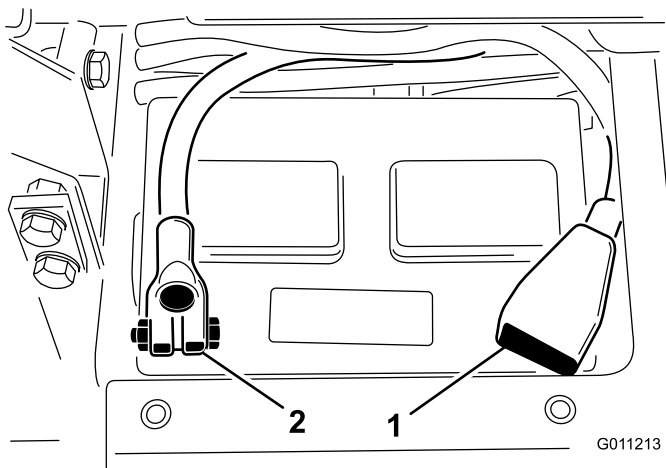

Bild 5
8. Klemmen Sie das Pluskabel (Rot) am Pluspol (+) der Batterie und das Minuskabel (Schwarz) am Minuspol (-) der Batterie an und befestigen Sie die Kabel mit den Kopfschrauben und Muttern (Bild 5). Stellen Sie sicher, dass die Plusklemme (+) vollständig auf den Pluspol aufgezogen und das Kabel fest an die Batterie angeklemt ist. Das Kabel darf die Batterieabdeckung nicht berühren.